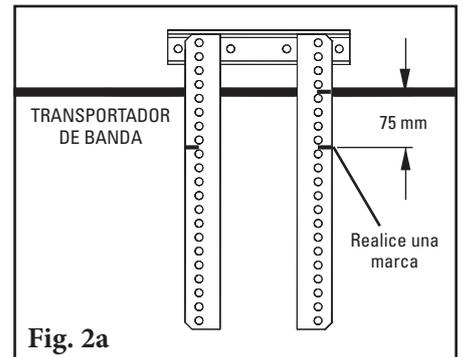
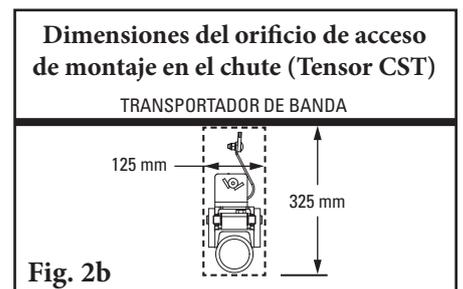

Fig. 2a
Fig. 2b
2. Instale las bases de montaje de SST. En el lado de acceso del cartucho (servicio) del transportador, haga una marca en el soporte largo de 75 mm debajo del transportador de banda (Fig. 2a); esto será necesario en el Paso 3. En el lado opuesto, atornille la base de montaje del tensor SST en su posición de manera que la pestaña de la base superior esté 45 mm debajo del transportador de banda (Fig. 2b). Ajuste las tuercas de tensión en las partes superiores de la barra de ajuste.
2. **Instale una base de montaje CST.** En ambos lados del transportador haga una marca en los soportes largos de 75 mm debajo del transportador de banda (fig. 2a); esto será necesario en el Paso 3.
NOTA: Para el montaje en el chute, debe trazar una línea de ubicación de la banda en la pared del chute de manera que las bases de montaje puedan alinearse con la banda. Corte un orificio de acceso como se muestra para el tensor CST (Fig. 2b).
Opción A: La manija todo el tiempo en el cartucho (Fig. 2a).
Opción B: Manija guardada en el interior del eje (Fig. 2b).